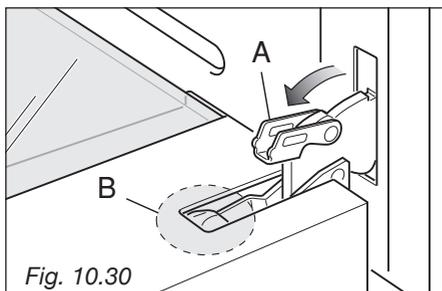
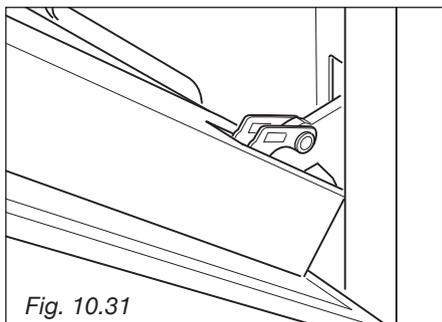

Fig. 10.30
Fig. 10.31
- Aprire completamente la leva **A** delle cerniere destra e sinistra (fig. 10.30).
- Socchiudere dolcemente la porta (fig. 10.31) fino a quando le leve **A** delle cerniere destra e sinistra si agganciano alla parte **B** della porta (fig. 10.30).